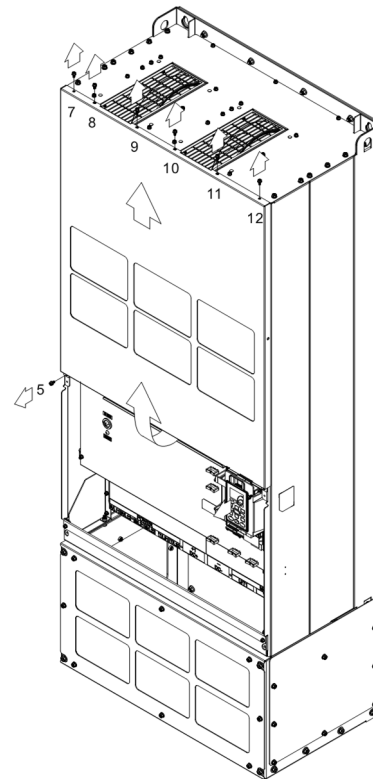

图 2
2. 松开螺丝 5~12 (如图 2 所示), 先上提再旋转移除上盖。